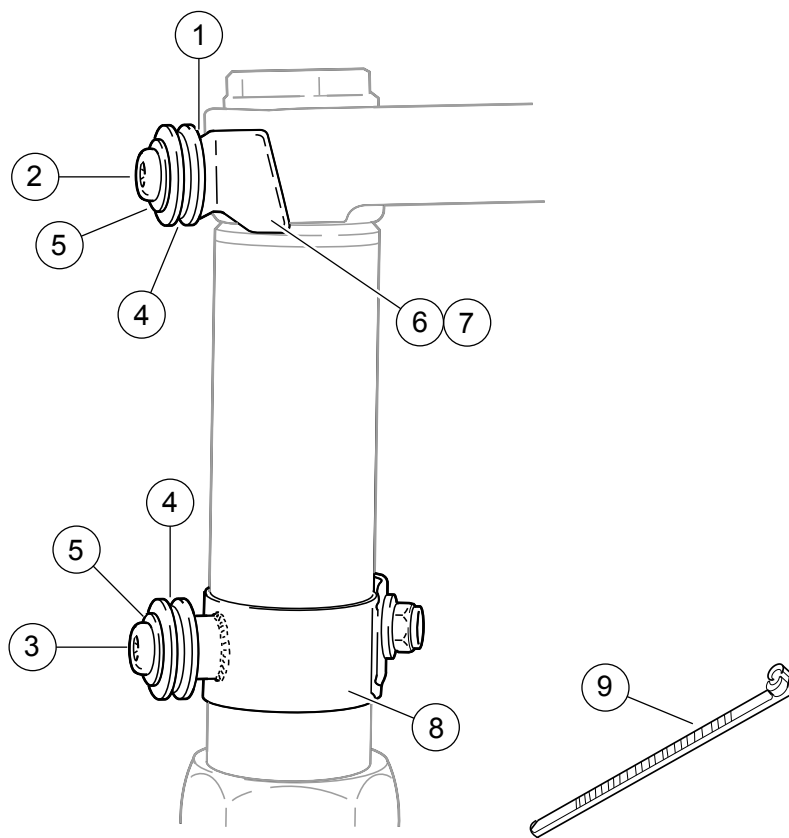
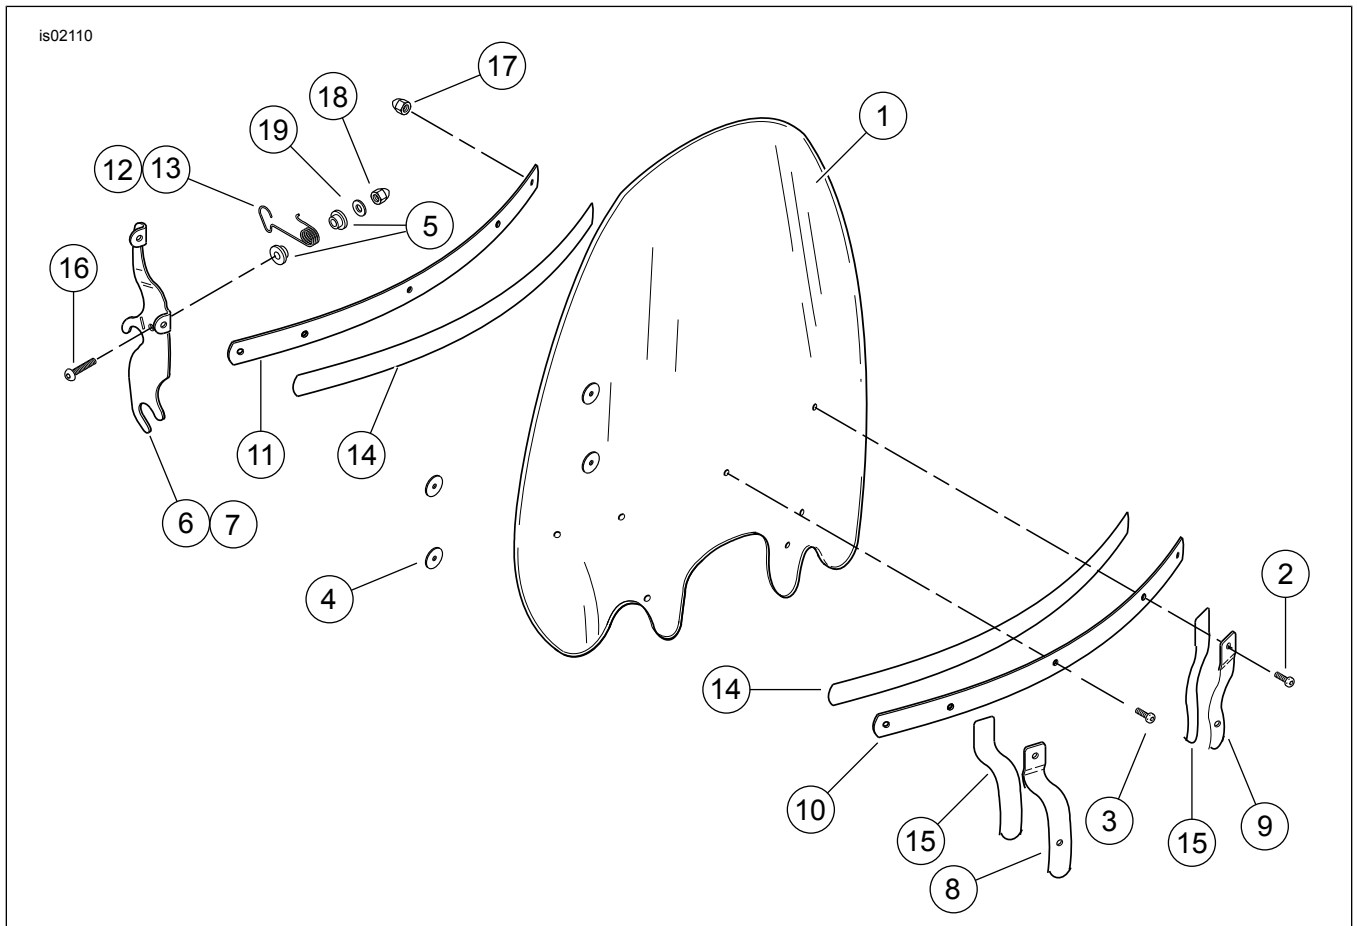

Figura 4. Parti di ricambio: Kit di bulloneria di ancoraggio
Figura 5. Parti di ricambio: Kit parabrezza
Vedere Figura 4 e Tabella 2, Figura 5 e Tabella 3.
4. Vedere Figura 4. Assemblare la bulloneria di ancoraggio per il montaggio inferiore del parabrezza. Assemblare i componenti nel seguente ordine, lasciandoli allentati:
- b. Collocare la rondella piatta (5) e la boccola (4) sul bullone (3) e installarle sul morsetto .
5. Vedere Figura 5. Montare la bulloneria per l'attacco superiore del parabrezza come mostrato nella figura e serrare le viti a testa bombata a 20 Nm (15 ft-lb). Il distanziale (1), non visibile nella figura, si inserisce tra la staffa di supporto (6, 7) e la piastra superiore della forcella.
6. Agganciare le due "ganascce" superiori del parabrezza nelle scanalature delle boccole superiori (4 in Figura 4) quindi far scorrere i gruppi dei morsetti inferiori fino a che le boccole inferiori non si inseriscono saldamente nelle "ganascce" inferiori del parabrezza.
7. Con il parabrezza insediato, serrare i morsetti di montaggio inferiori (8) stringendo prima il dado del morsetto a 14 Nm (10 ft-lb). Verificare che il morsetto non ruoti durante il serraggio.